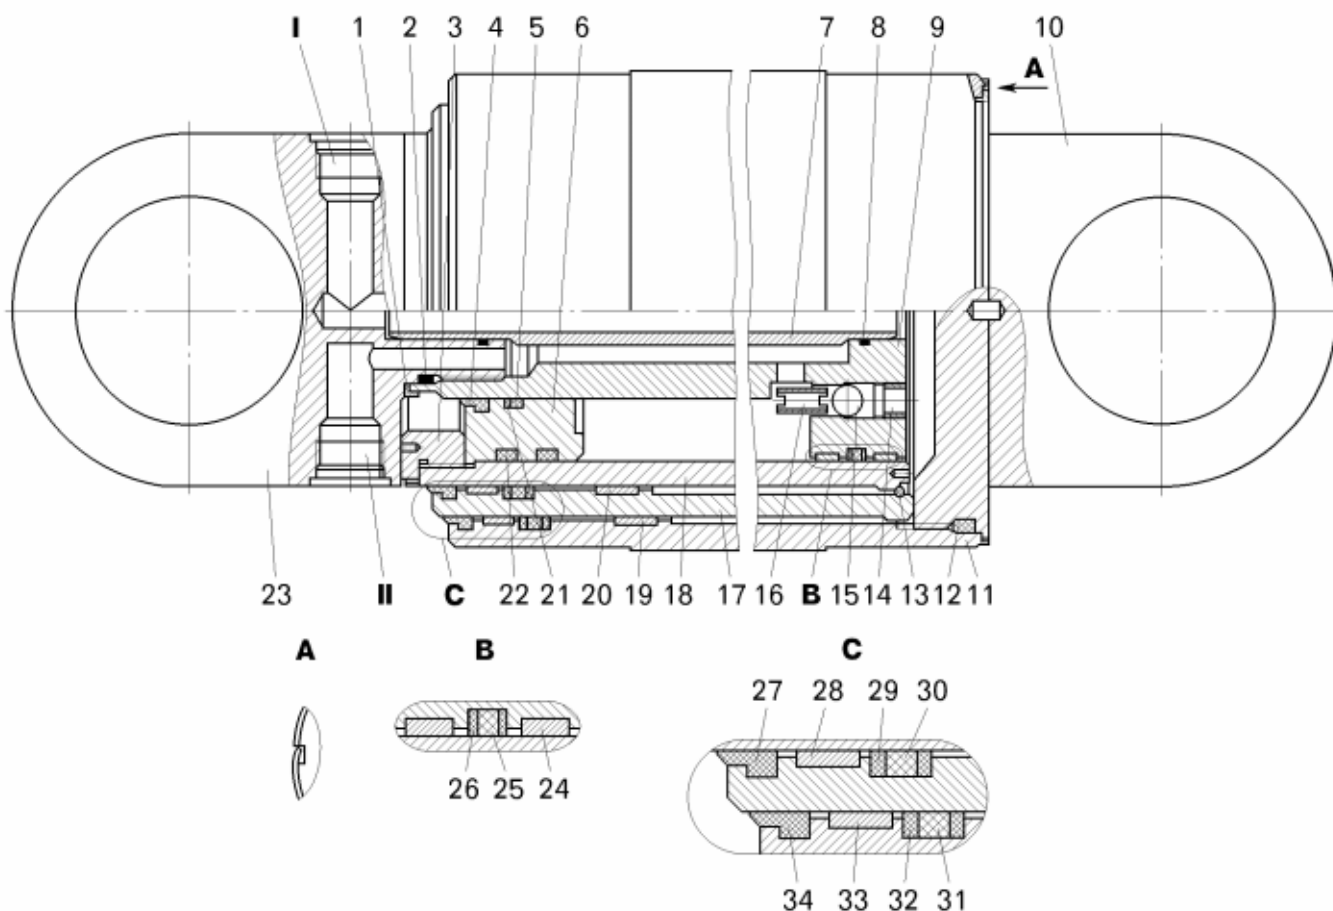

Рисунок 14.4 – Цилиндр опрокидывающего механизма:
- отогнуть стенку трубы 11 из прорезей крышки цилиндра (смотри рисунок 14.4, вид А);
- установить в кольцевую канавку втулки 6 защитную шайбу 21 (смотри рисунок 14.4);